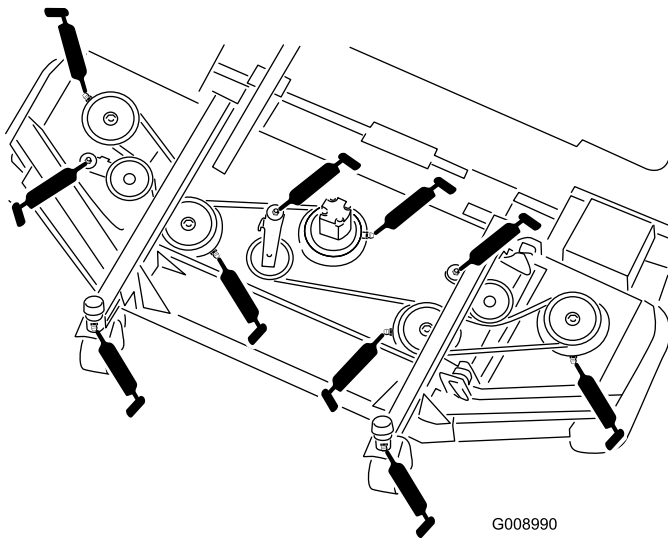

Bild 52
- 2 Laufradgabelbüchsen (Bild 52)
- 5 Spindelwellenlager (im Spindelgehäuse), siehe Bild 52 .
- 3 Spannscheibenarm-Drehbüchsen (die sich auf der die Spannscheibe tragenden Drehgelenkwelle befinden), siehe Bild 52 .